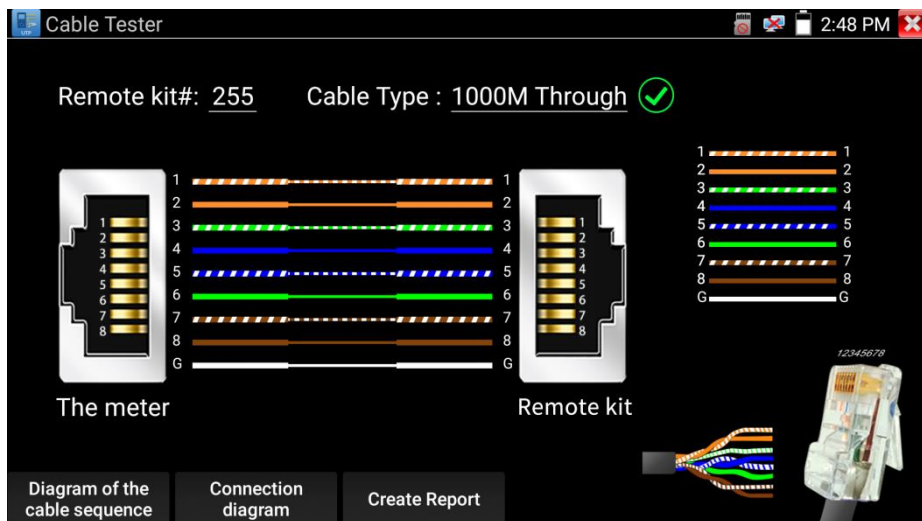

Рис.100 Интерфейс приложения «Кабельный тестер»
3. На экране отобразится последовательность жил в кабеле витой пары, рис. 100
Для справки пользователю внизу расположены 2 кнопки (рис. 100):